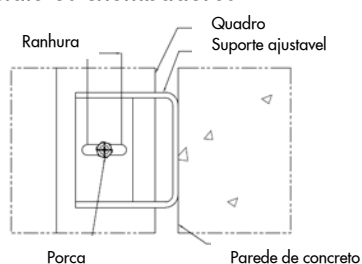
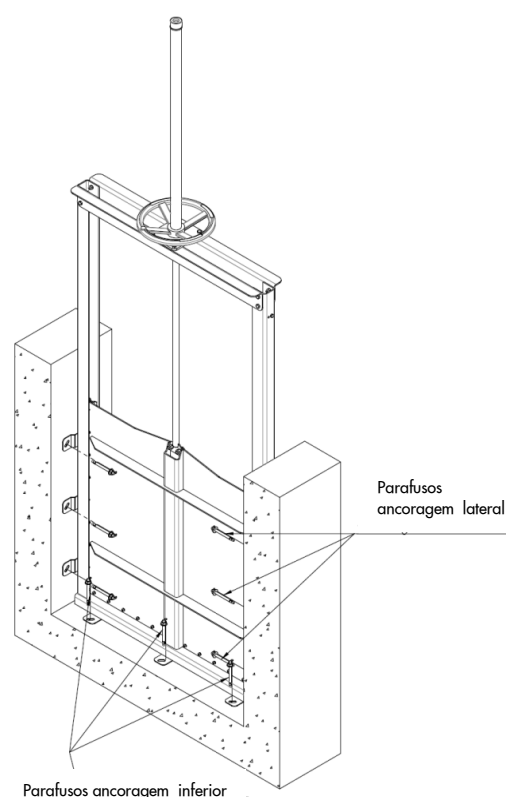

Figura 5
Figura 7
- Instale os chumbadores inferiores e em seguida os chumbadores laterais (ver Figura 7). Todas as Comportas de Canal para montagem em canal existente incorporam suportes inferior e lateral. Para tamanhos "pequenos" (tipicamente inferiores a 1500mm/60"), a comporta inclui suportes flexíveis laterais que não exigem ajuste em campo. Para tamanhos maiores (tipicamente acima de 1500mm/60"), a comporta inclui "Suportes de Ajuste em Campo". Para ajustar o suporte, as etapas abaixo devem ser seguidas (consulte a Figura 5):